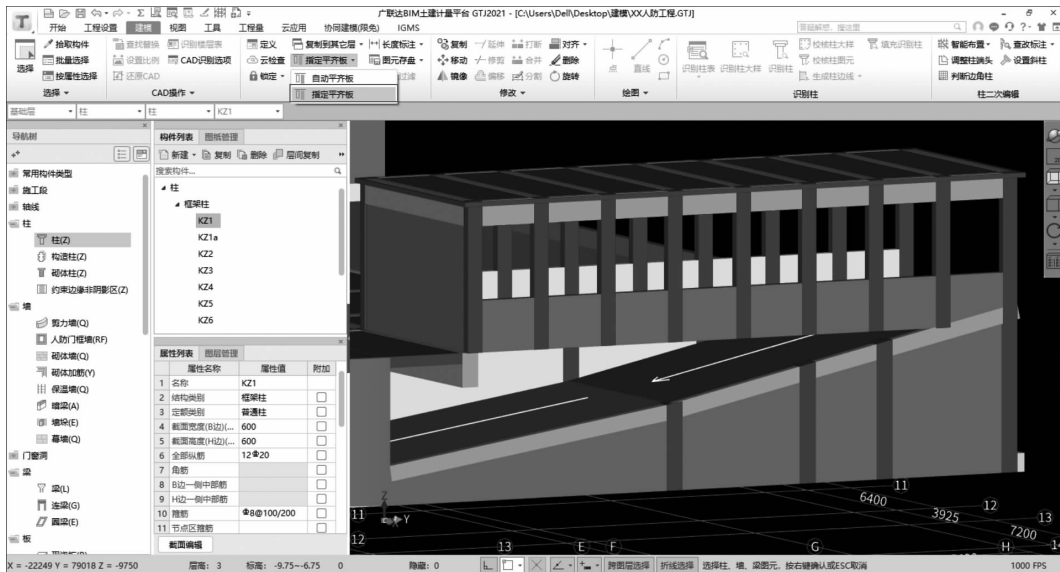

图 1-15 指定平齐板
③指定平齐板。当实际工程中遇到不同标高或斜板的结构层时,柱、梁、墙的标高均随着板的标高而定;通过“指定平齐板”功能(见图 1-15),在建模时可实现柱、梁、墙、板标高的智能联动。而在 GGJ2013/GCL2013 中,只能手动调整,比较烦琐且效率低。